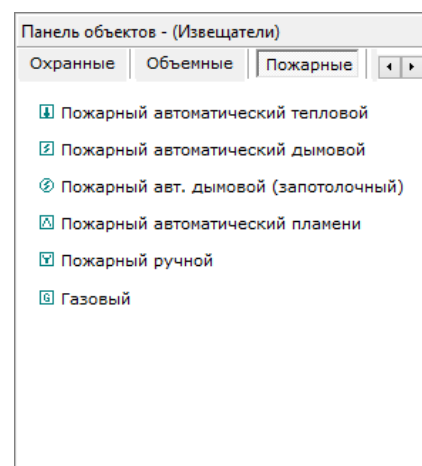

Рисунок 6-486 Панель объектов - Извещатели вкладки "Пожарные"
- Пожарные (см. Рисунок 6-486),